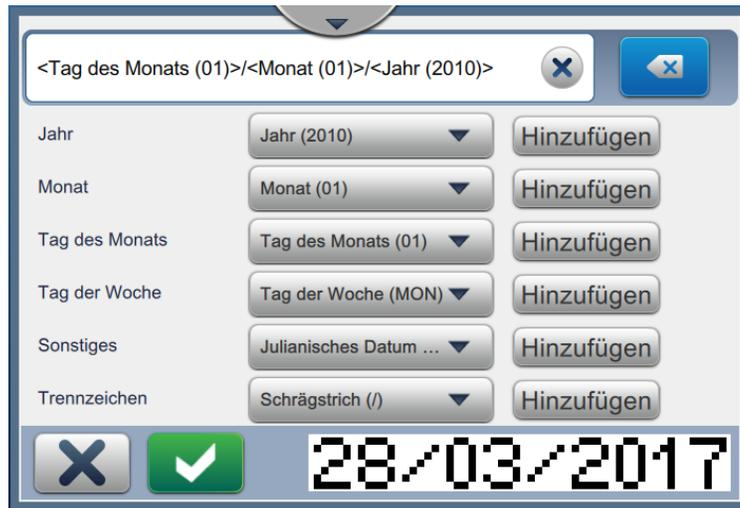
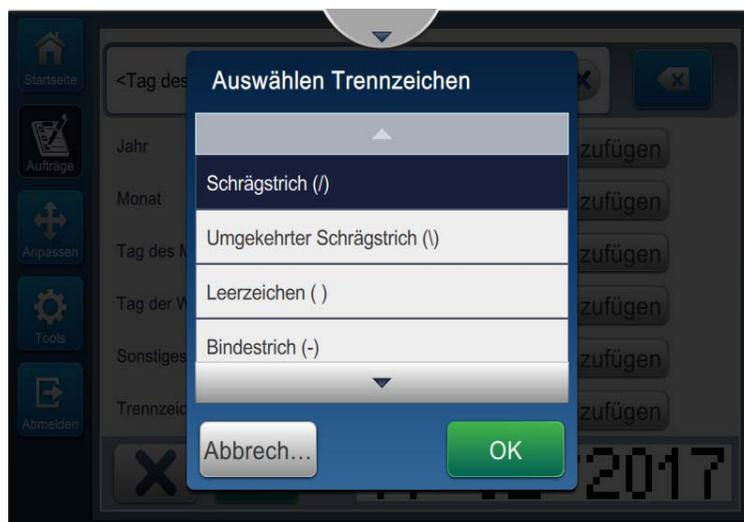

Abbildung 5-10: Bildschirm „Datumseinrichtung“
Abbildung 5-11: Bildschirm zur Einrichtung von Datumstrennzeichen
- Wählen Sie das erforderliche Format aus der Liste der Optionen (Jahr, Monat, Tag im Monat, Wochentag, Sonstige, Trennzeichen) aus (siehe Abbildung 5-10). Mit jeder dieser Optionen sind verschiedene Layouts verbunden, die aus einer Dropdown-Liste ausgewählt werden können. Ein Beispiel finden Sie in Abbildung 5-11.
- Nachdem Sie das erforderliche Format ausgewählt haben, berühren Sie die **Hinzufügen** Schaltfläche, um zum Datumsformat zu wechseln. Auf dem Display wird nun das erstellte Datumsformat angezeigt (siehe Abbildung 5-10).